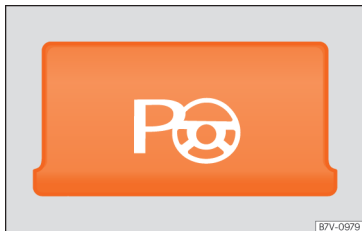

Fig. 268 Detalle de la consola central: tecla para conectar manualmente el sistema de asistencia al volante para aparcar.
- **En aparcamientos paralelos a la calzada:** pulse la tecla  » **fig. 268** tantas veces como sean necesarias hasta seleccionar el modo de aparcamiento deseado. Cuando la función está activa, se ilumina el testigo de la tecla.
- **En aparcamientos perpendiculares a la calzada:** pulse la tecla  » **fig. 268** tantas veces como sean necesarias hasta seleccionar el modo de aparcamiento deseado. Cuando la función está activa, se ilumina el testigo de la tecla.
- Pulse la tecla . Cuando la función está activa, se ilumina el testigo de la tecla **»» fig. 268.**